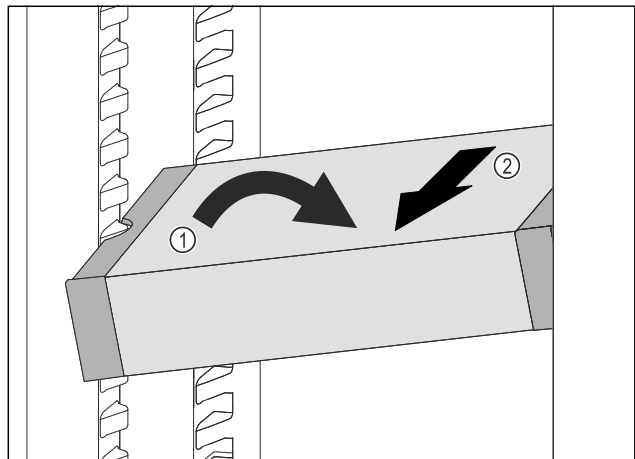

Fig. 135
- VarioSafe im Kühlteil schräg stellen. Fig. 135 (1)
- VarioSafe nach vorne entnehmen. Fig. 135 (2)